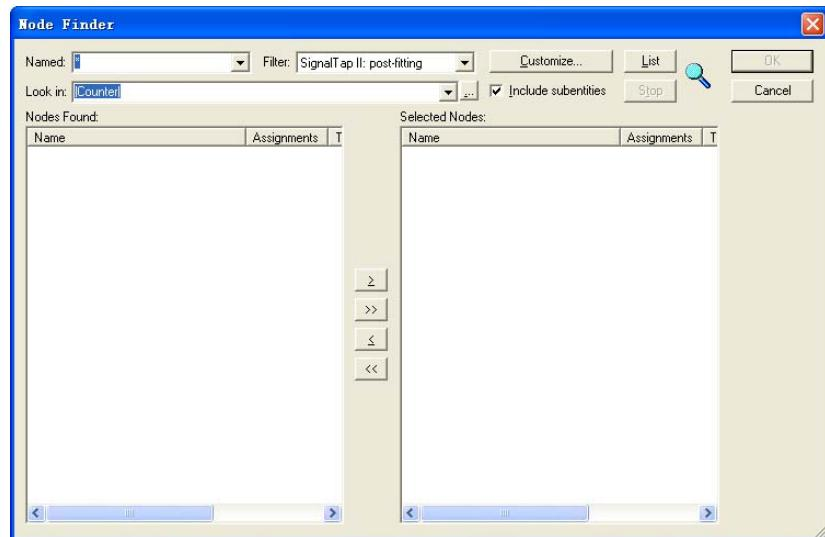

图 3-47 结点查找对话框
29. 选择逻辑分析仪时钟, 本实验中就以计数器时钟作为逻辑分析仪时钟。确认左下角的标签页是 setup, 然后点击右下侧 SignalConfiguration 中的 Clock 栏后的按钮。出现如图 3-47 所示。